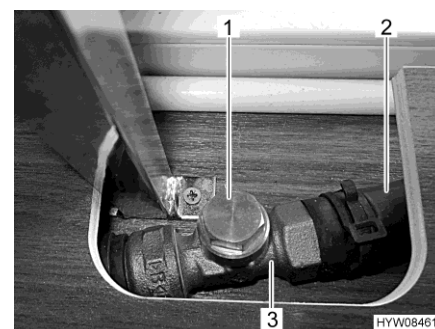

Fig. 164 Vanne d'étranglement (ouverte)
- Saisir la dérivation (Fig. 164,2) derrière la vanne d'étranglement (Fig. 164,3). Le flexible doit être tiède.